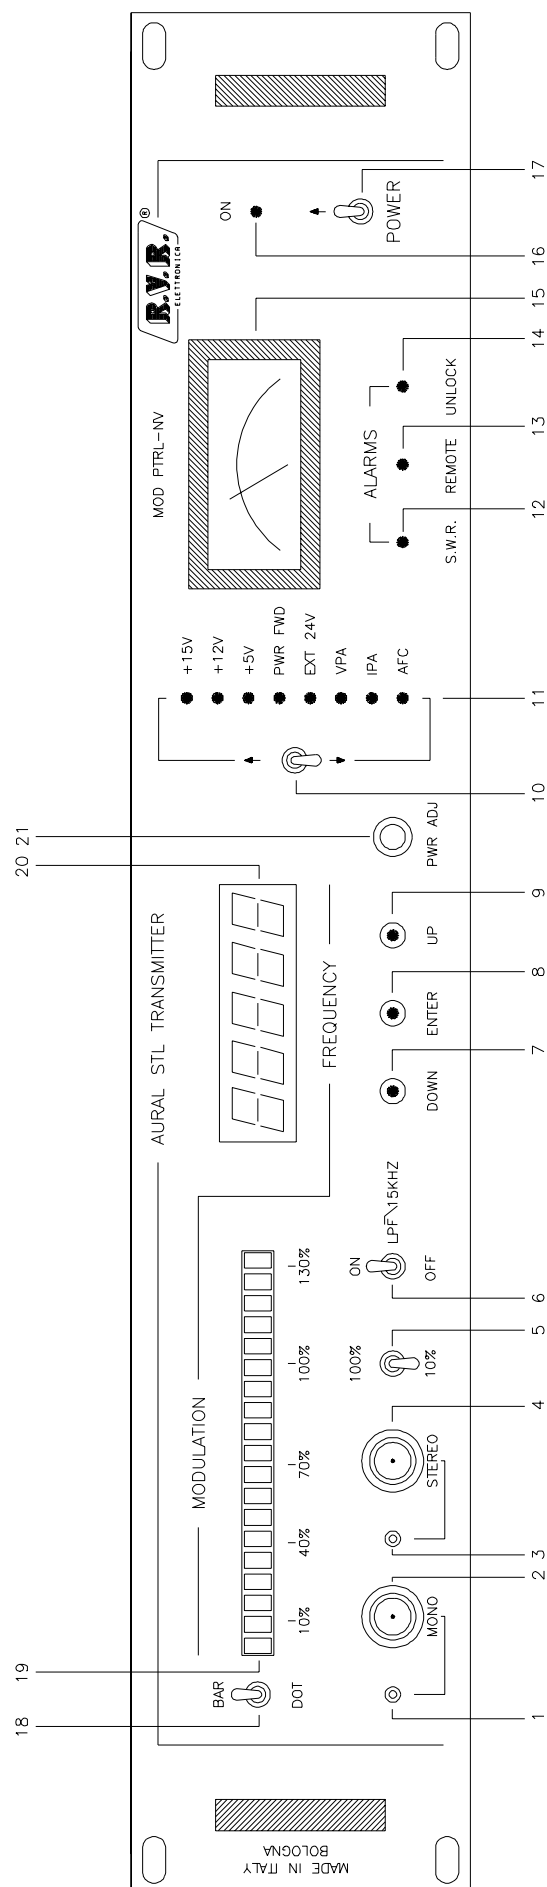

FIG. 1
DESCRIZIONE DEL PANNELLO FRONTALE (Fig.1)
4) Posizionare l'interruttore di accensione su OFF (17 Fig.1)